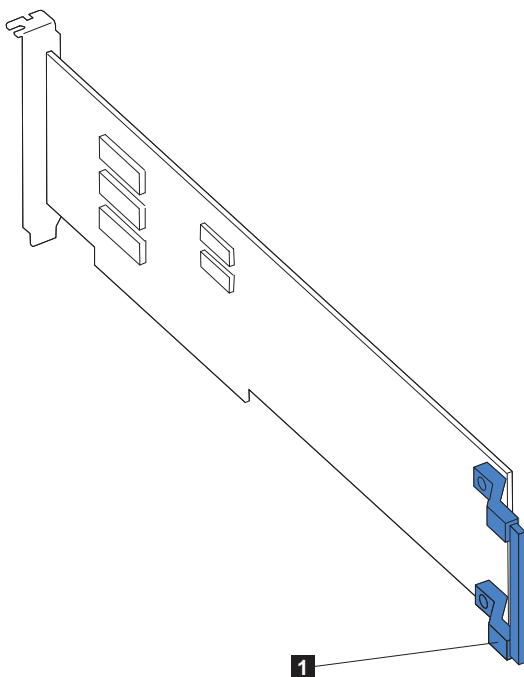

图 46. 标准长度适配器上的适配器导轨的位置
- a. 如果是安装标准长度适配器，则从适配器的末端卸下适配器导轨（如果有的话）（参见图 46）。